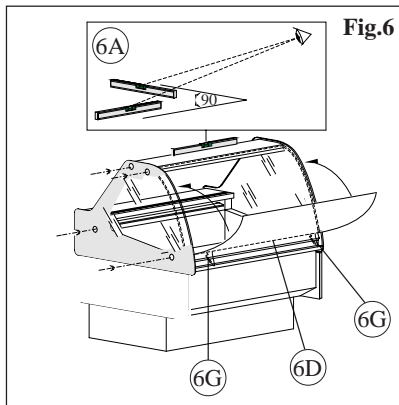

Fig.6
- Connettere i faston (fig.6 -6G) della resistenza anticondenza del cristallo anteriore e inserirlo nel canale della cerniera (fig.6 - 6D).
- connect the fastons (fig. 6 -6G) of the anti-condensation resistance of the front glass panel and insert in the groove for the hinge (fig. 6 -6D) .
- Connectez les fastons (fig.6 -6G) de la résistance anticondensat de la glace antérieur et l'inserez dans le creux de la cernière (fig.6 - 6D).